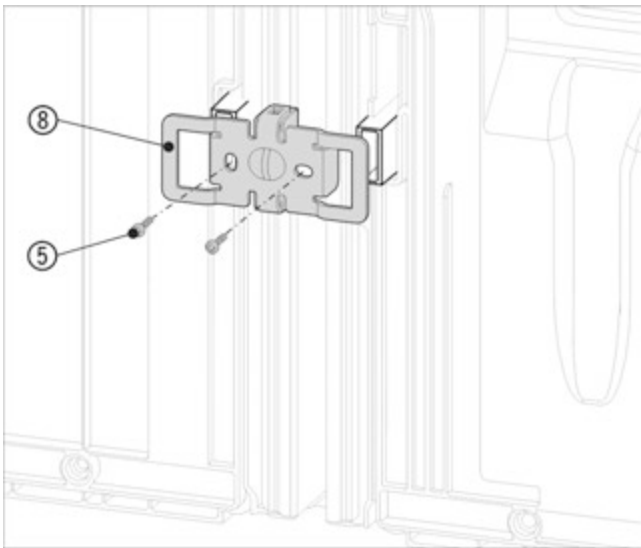

Fig. 19 Приблизне відображення
- ▶ Знову всунути кут Fig. 19 (8) з виїмками через кріплення для пристінної розпірки.
- ▶ Закрутити 2 гвинтами Fig. 19 (5).